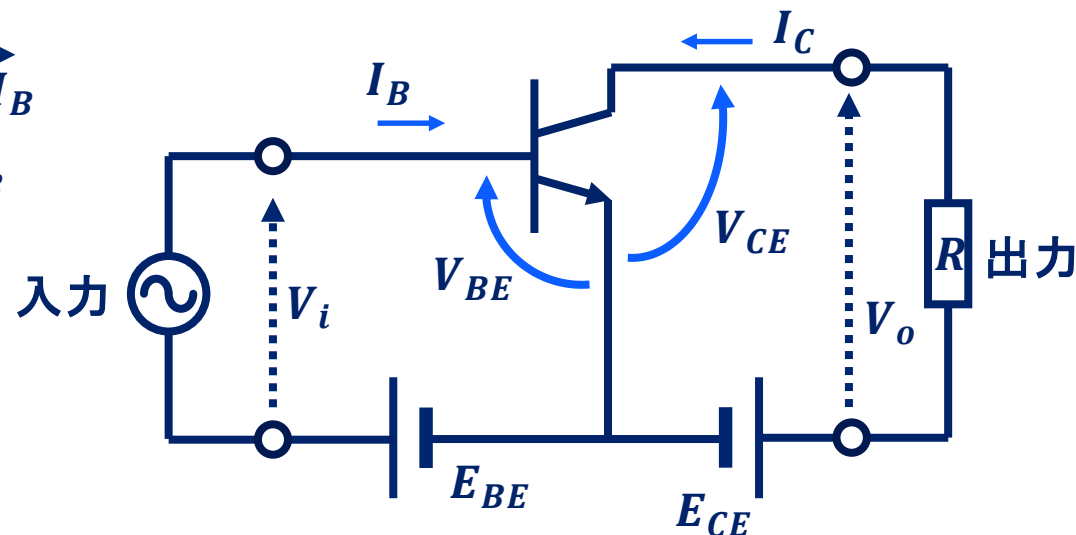

図5
4. 抵抗を使って電流・電圧変換すれば増幅された電圧出力が得られる (図5)